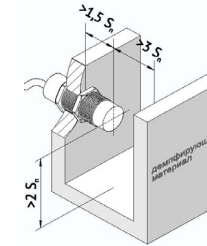

Рисунок 4 - Минимальные расстояния до металлических и демпфирующих объектов при установке неутепляемых емкостных выключателей
5.3 Металлы и материалы с высокой диэлектрической проницаемостью (например, вода) обладают сильным демпфирующим действием, поэтому, если регулировкой чувствительности исключить их влияние невозможно, необходимо обеспечить свободную область вблизи активной поверхности выключателя согласно Рис.4.